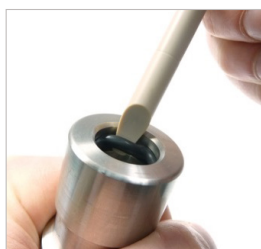

Abbildung 3
- ▶ Untergraben Sie den O-Ring mit dem WEH® Montagewerkzeug Art. Nr. E34-82427 (*Abbildung 3*).